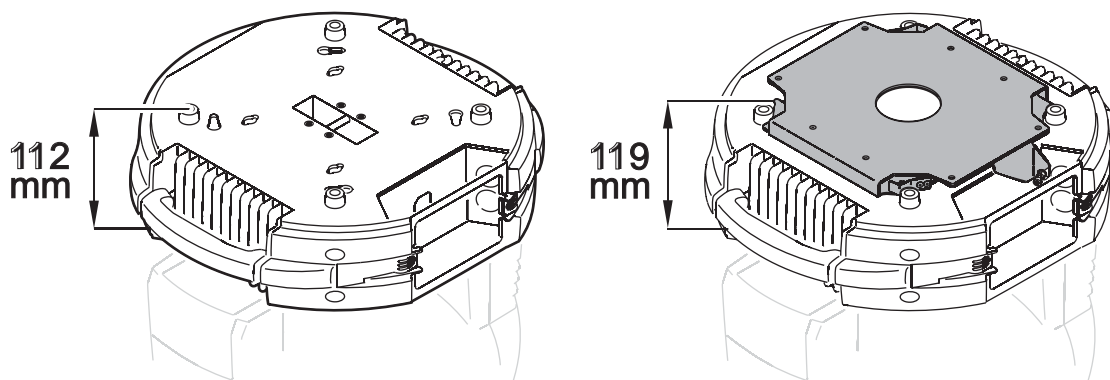

Figura 7: Dimensiones del soporte de fijación rápida
8. Ver Figura 7. El soporte de instalación rápida incrementa en 7 mm la altura total de la unidad.